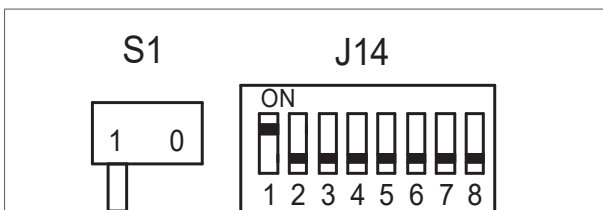

Abbildung 12 - Positionen der (DIP-)Schalter S1 und J14
2. Stellen Sie die Schalter S1 und J14 der Steuereinheit (Abb. 12 / 13) wie folgt ein: